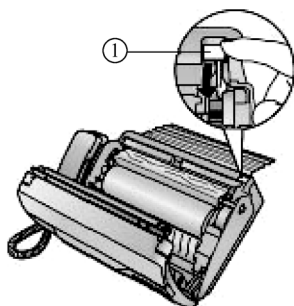

图3-23 拉动切纸器释放杆
- 将切纸器释放杆(①)向前拉,切纸器将被释放,如图3-23所示。